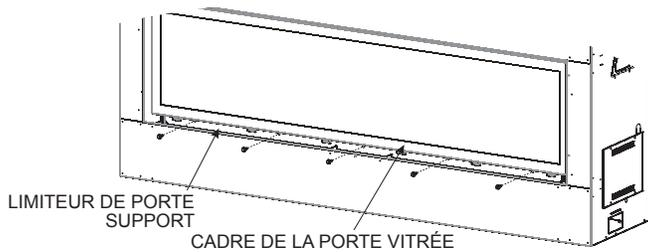

Figure 94
Avant de pouvoir déposer la porte vitrée, le support de limiteur de porte doit être déposé. À l'aide d'un chasse-écrou de 5/16 po (8 mm), déposer les (5) vis n° 10-24 x 3/8 (10 mm) qui retiennent le support du limiteur sur la bride inférieure du cadre de porte vitrée et mettre le support de côté. **Voir les Figures 94 et 95.**